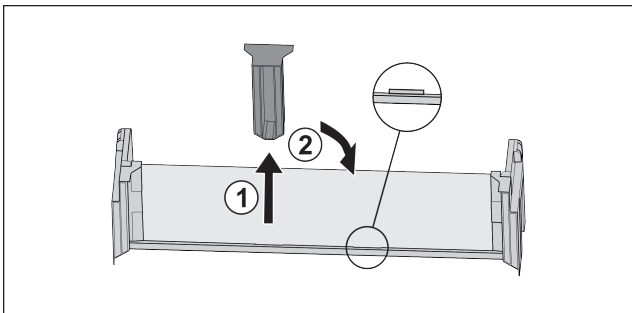

Fig. 22 *
- ▶ Снимите среднюю поддерживающую деталь Fig. 22 (1).*
- ▶ Вставьте среднюю поддерживающую деталь во вторую позицию Fig. 22 (2).*